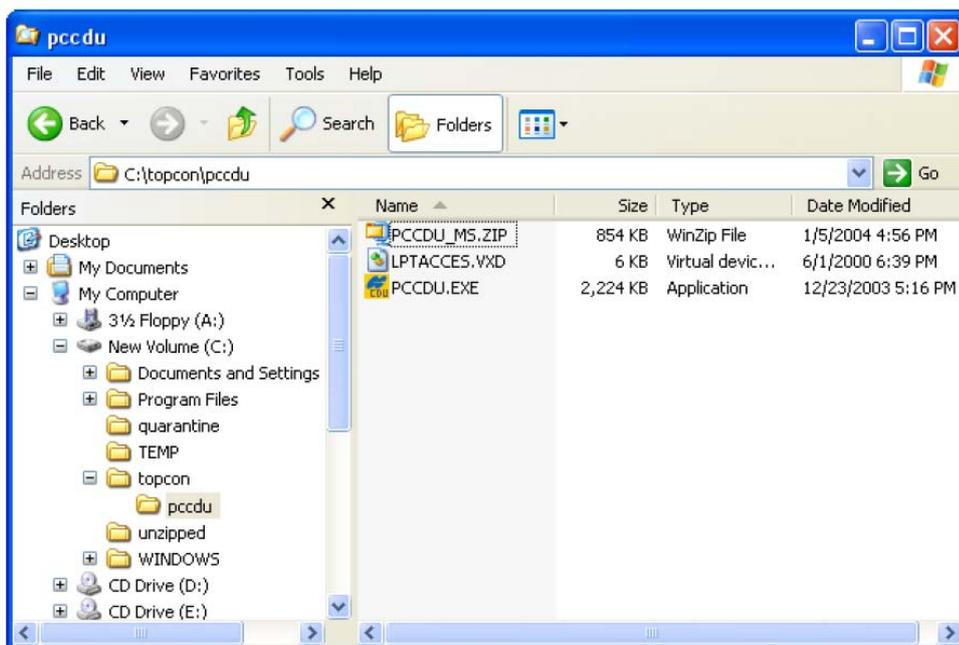

Рисунок 2-1. Извлеките программу и создайте ярлык
3. Извлеките PCCDU.EXE и присоединенный файл *.dll в папку PC-CDU (см. рисунок 2-1).
4. Создайте ярлык на рабочем столе вашего компьютера для быстрого доступа к PC-CDU (см. рисунок 2-1).